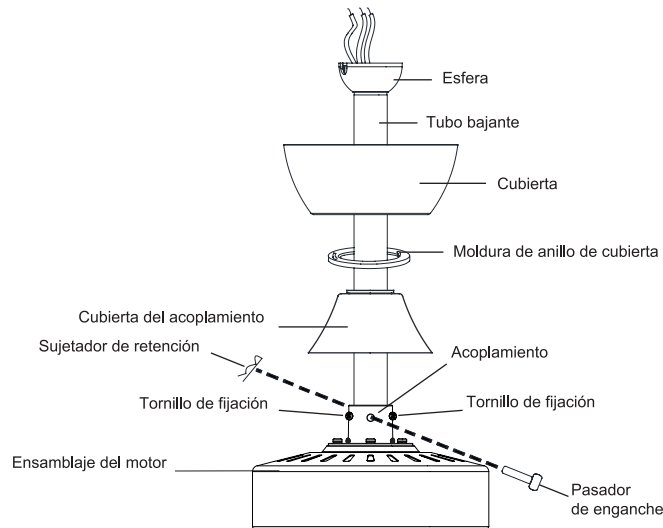

Fig. 9
Paso 5. Introduce con cuidado los cables desde el acoplamiento situado en la parte superior del conjunto del motor a través del tubo bajante. **(Fig. 9)**
Paso 6. Introduce el tubo bajante en el acoplamiento situado en la parte superior del conjunto del motor hasta que los orificios para los pasadores del tubo bajante y los orificios para los pasadores del acoplamiento queden alineados. Inserta con cuidado el pasador de enganche a través de los orificios del acoplamiento y del tubo bajante. **(Fig. 9)**
Inserta el sujetador de retención a través del orificio del pasador del enganche hasta que encaje en su posición de bloqueo. **(Fig. 9)**
Paso 7. Aprieta firmemente los dos tornillos de fijación del acoplamiento situado en la parte superior del conjunto del motor. **(Fig. 9)**
Paso 8. Desliza con cuidado la tapa del acoplamiento, moldura de anillo de cubierta (con el lado liso hacia el cuerpo del motor) y la cubierta sobre el tubo de bajante. **(Fig. 9)**